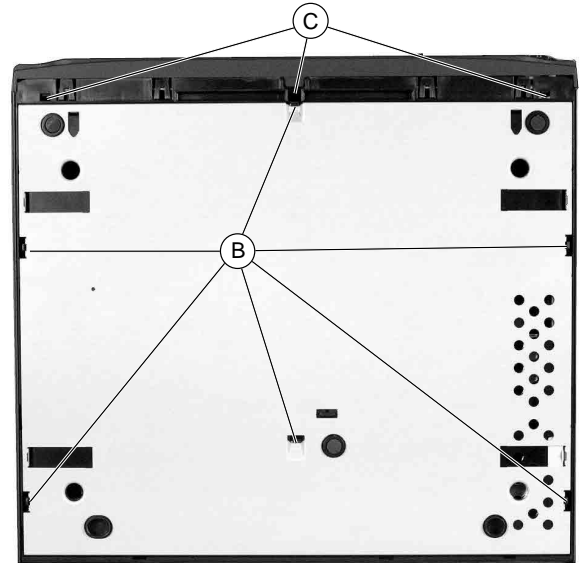

Fig. 2
- Rastnasen (B) lösen (Fig. 2) und Bodenblech abnehmen.
- Rasthaken (C) / (D) (Fig. 2 / 3) lösen und Frontblende abnehmen.
- Release the locking lugs (B) (Fig. 2) and remove the bottom panel.
- Release the catches (C) / (D) (Fig. 2 / 3) and remove the front panel.